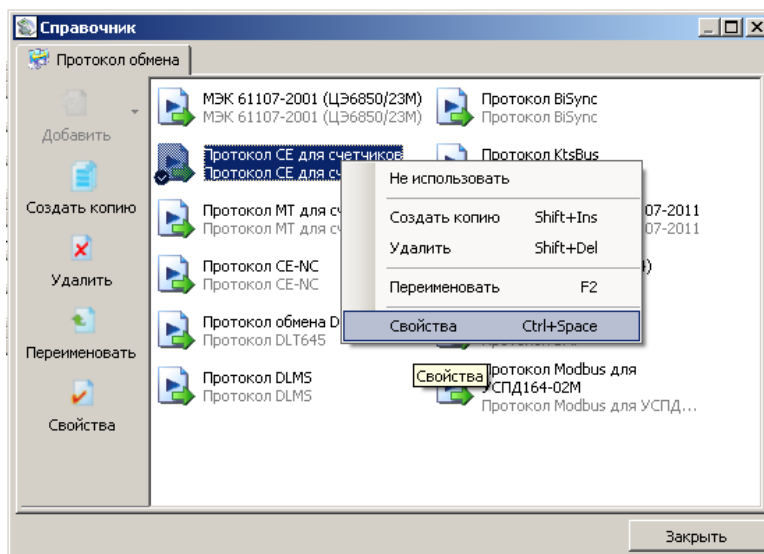

Рисунок 26 – Окно справочника протокола обмена
5.2.8 Выбрать профиль настроек протокола обмена «Протокол CE для счетчиков» и нажать кнопку «Свойства» на панели задач. В результате откроется окно редактирования настроек протокола обмена, см.Рисунок 26.